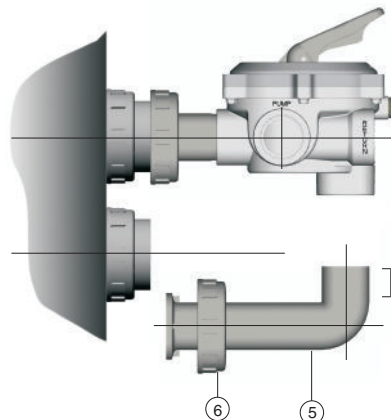

Fig. 3
- L'alignement de la vanne avec les sorties du filtre se fera au montage du coude et de l'écrou (6) (figure 3) mais ne pas les coller.